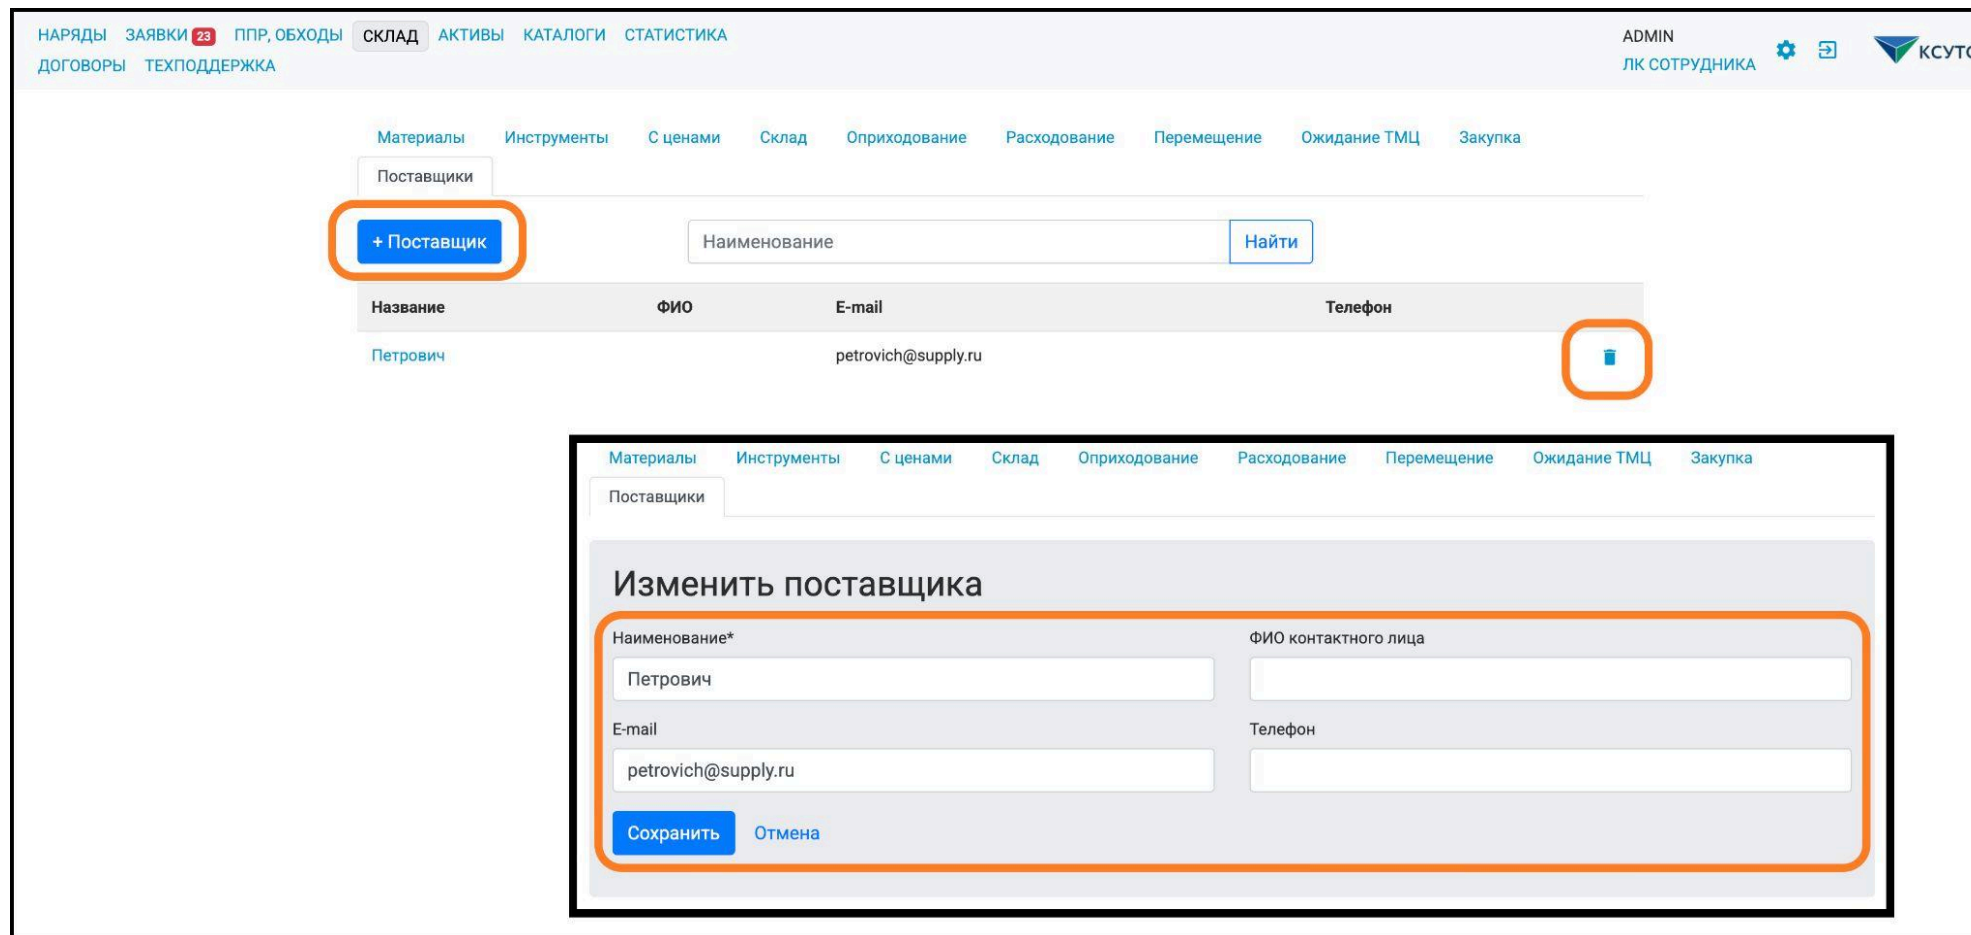

Рис.31 Поставщики
- 7.10. Вкладка Поставщики. Функционал для ведения реестра поставщиков ТМЦ или инструмента (рис. 31);